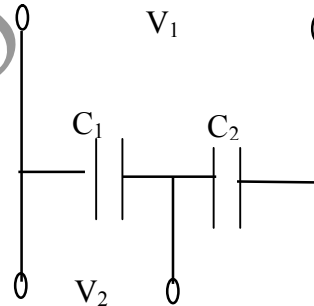

Fig. 3.3b: Diviseur capacitif
- des diviseurs capacitifs (fig.3.3b) utilisés en courant alternatif de 200 kV à 500 kV. La valeur de la tension \$V\_2\$ est donnée par: